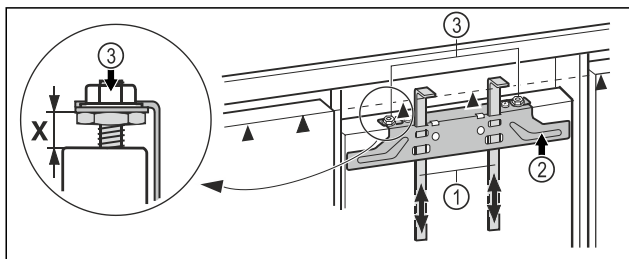

Fig. 16
- ▶ Dosunąć pomoce montażowe Fig. 16 (1) do wysokości drzwi mebla. Dolna krawędź oporowa ▲pomocy montażowej = górna krawędź montowanych drzwi mebla.
- ▶ Odkręcić poziomą listwę mocującą Fig. 16 (2), odkręcając nakrętki zabezpieczające Fig. 16 (3).